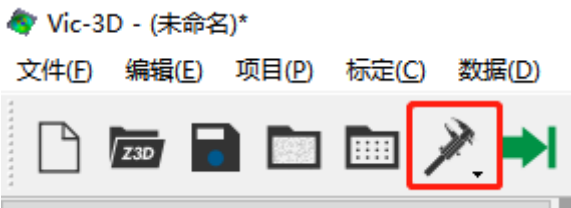

图 16
- 2、导入标定图片后就要对标定图像进行分析，点击图 16 中的**标定分析**。